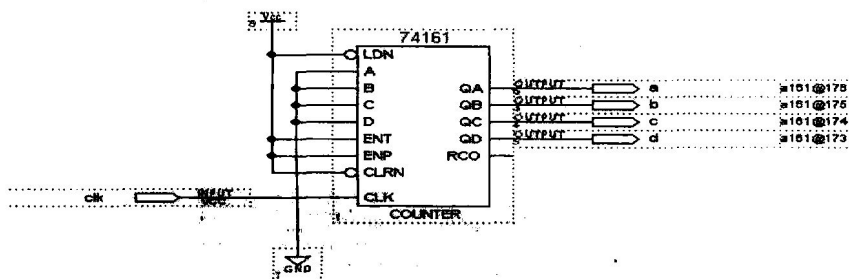

图 1-10 计数器编辑结果图
(5) 原理图编辑结果: 用同样的方法, 画出 Vcc、Gnd、Output 等管脚, 完成后如图 1-10 所示。